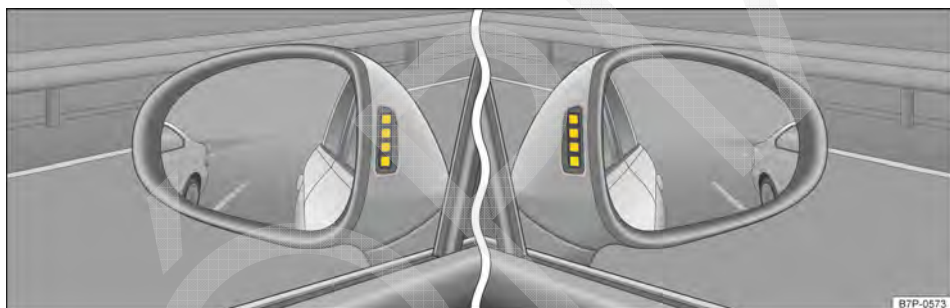

Fig. 169 Nas carcaças dos espelhos retrovisores externos: indicações visuais do assistente de mudança de faixa (Side Assist).
O assistente de mudança de faixa monitora a área atrás do veículo com ajuda dos sensores do radar → Página 44 ⑥. Assim, o sistema mede a distância e a diferença de velocidade com relação a outros veículos. O assistente de mudança de faixa não funciona a uma velocidade de condução de aproximadamente 30 km/h (19 mph). O condutor é informado através das indicações visuais nos espelhos retrovisores externos → Fig. 169.
As indicações visuais → Fig. 169 na carcaça do respectivo espelho retrovisor externo informam sobre o trânsito traseiro à esquerda e à direita do próprio veículo, se uma situação de troca de faixa for classificada como crítica.